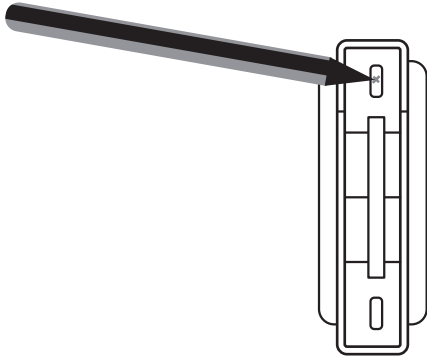

Fig. 1
- El aparato dispone de un soporte mural (M) sobre el que se puede apoyar el producto.
- Teniendo en cuenta las distancias de separación del aparato señaladas anteriormente, posicionar el soporte mural en la posición deseada y marcar en la pared los puntos a taladrar (fig 1).